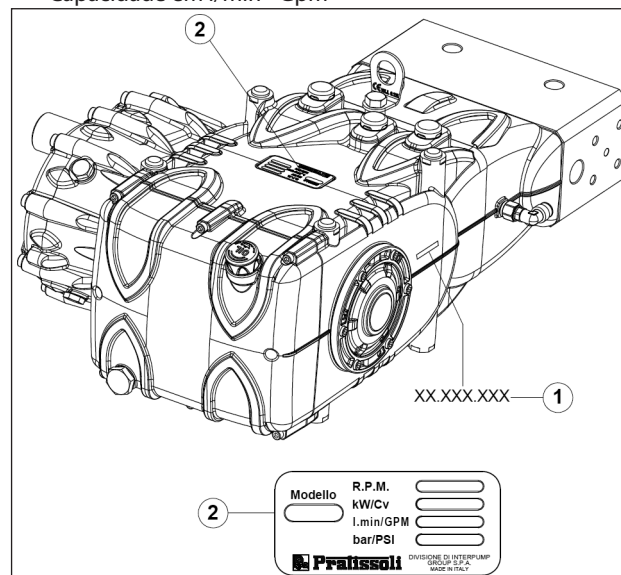

Fig. 1
Cada bomba tem o próprio nº de matrícula XX.XXX.XXX, ver pos. ① e uma etiqueta de identificação, ver pos. ② da Fig. 1, que relaciona: